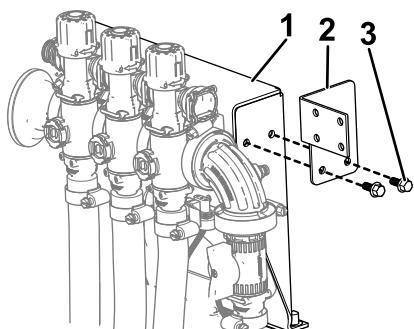

Figura 17
- Instale la escuadra de montaje de las válvulas en el panel de montaje de las válvulas con 2 pernos con arandela prensada ($\frac{1}{4}$ " x 0,625"), como se muestra en la Figura 17.